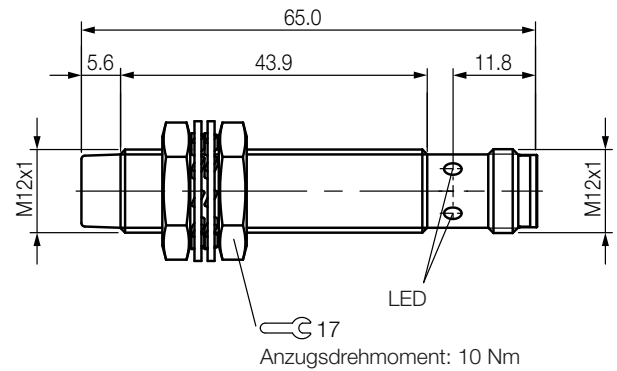

Bild 3-1: Abstandssensoren BAW M12MI-BLC35C-S04G und BAW M12MH-BLC70G-S04G, Aufbau
- Anzugsdrehmomente beachten, siehe Bild 3-1.